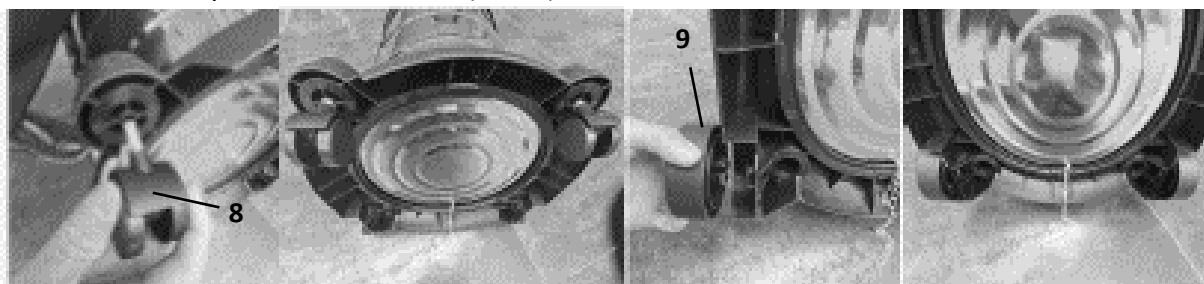

Рис.2
5.1. Установка транспортировочных колёс (Рис.2).
Установите передние колёса (8) и задние колёса (7) на пластиковое основание нижней части бака из нержавеющей стали (Рис.2).